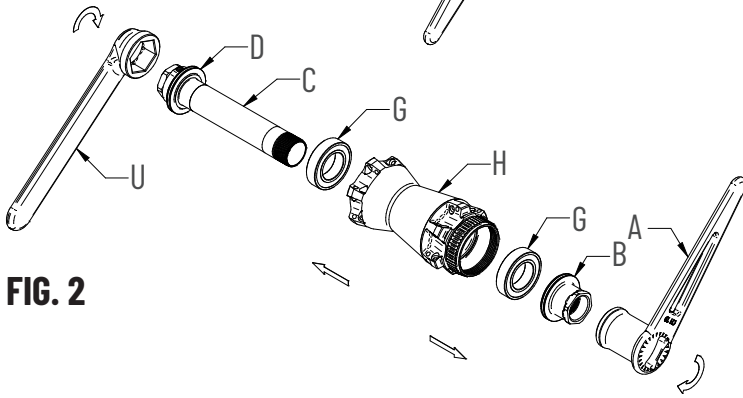

FIG. 2
- Una volta estratto il perno dal corpo del mozzo (H) si può fare la manutenzione e/o sostituzione dei cuscinetti (G) (Fig. 2)
- Utilizzate un apposito estrattore per fori da 17mm ed estraete entrambi i cuscinetti dalla loro sede (Fig. 2)
- Effettuata la rimozione, procedete al calettamento dei nuovi cuscinetti (G):
- Utilizzando un apposito utensile, inserite entrambi i nuovi cuscinetti (G) nella loro sede controllandone la corretta scorrevolezza
- **Terminata la manutenzione e/o sostituzione dei cuscinetti**, infilare nuovamente il perno del mozzo (C) e chiudete in senso orario gli scontri (B) e (D) con la chiave a bussola da 19mm (Fig. 2) alla coppia di chiusura di 12Nm.